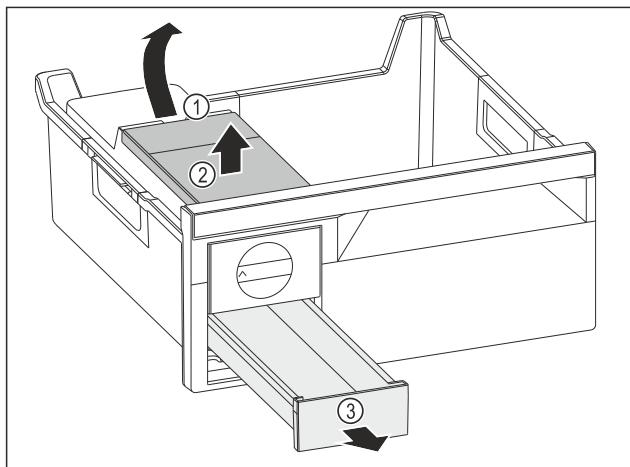

Fig. 147
► 取出水箱：从凹槽 Fig. 147 (1)抬起水箱。
► 朝上取出水箱 Fig. 147 (2)。
► 朝前取出冰块抽屉 Fig. 147 (3)。